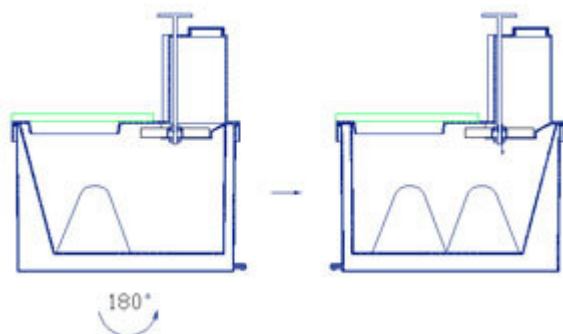

рис. 2.2
Компакт Люкс Турбо ”, является перерабатывающей машиной для утилизации уборных отходов. Компостирование уборных отходов при помощи торфяного поглотителя запаха. После посещения биотуалета, вращением ручки (3) или специальным совком через приемное отверстие (9) крышки биотуалета, активная торфяная смесь подается в накопительную емкость(11) биотуалета. Торфяная смесь, устраняет запахи и впитывает жидкость. Микроорганизмы, содержащиеся в торфе, производят аэробное разложение отходов. Переработанные биоотходы в виде газообразных продуктов разложения и паров жидкости удаляются через систему вентиляции биотуалета. Для первоначального разделения жидкой и твердой фракции служит обменная мембрана (7). Отделенная жидкая фракция через штуцер (10) выводится в устройство орошения для дальнейшей утилизации в почве. Остальная жидкость испаряется в воздушных потоках, образованных системой вентиляции изделия. Для равномерного распределения биоотходов, конструкция биотуалета предусматривает возможность поворота верхней крышки (2) на 180°, таким образом, чтобы ее приемное отверстие оказалось над незаполненной частью емкости для компостной массы (1). В режиме принудительной вентиляции поток воздуха, проходя через накопительную емкость (11), удаляет пары жидкости и газы через вентиляционные воздухопроводы в атмосферу. Возникающий при этом в накопительном баке (11) биотуалета эффект отрицательного давления гарантирует полное отсутствие неприятных запахов даже без применения поглотителя запаха. При отключении вентилятора, вытяжная система за счет естественной тяги гарантированно удалит запахи и продолжит испарение жидкости, хотя и с меньшей эффективностью. Эта схема работы позволяет эффективно уменьшать накапливаемую массу биологических отходов за счет испарения и удаление избытков жидкости. При частой смене схем эксплуатации торфяную смесь в наполняемый бачок можно не засыпать, а подсыпать ее совком, через приемное отверстие крышки (2) в накопительную емкость (11). Компостная масса накапливается в приемном баке (11) неравномерно. Большая часть ее находится под отверстием верхней крышки (9). Для равномерного распределения фекальной массы в приемном баке, конструкция биотуалета предусматривает возможность поворота верхней крышки (2) на 180°, таким образом, чтобы ее приемное отверстие оказалось над незаполненной частью емкости для фекальной массы (1) (см. рисунок 2.2).